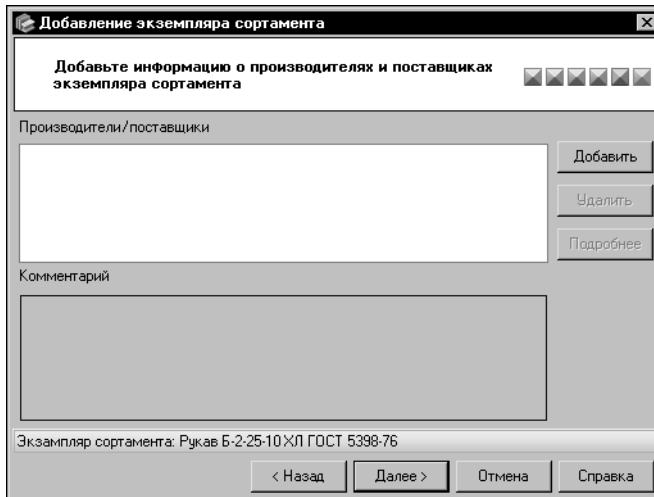

Рис. 6.63. Мастер добавления экземпляра сортамента: шаг 5
8. В окне пятого шага мастера (рис. 6.63) укажите производителей и поставщиков экземпляра сортамента.